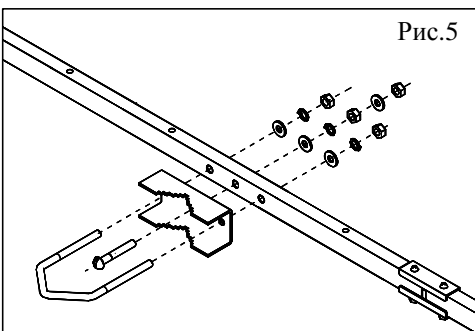

Рис.5
5.7. Установить на собранную штангу узел крепления, состоящий из призмы и скобы, согласно рис.5. Для крепления призмы использовать винт №1, который также предназначен для крепления провода заземления. Аналогично собрать узел крепления на нижней штанге.